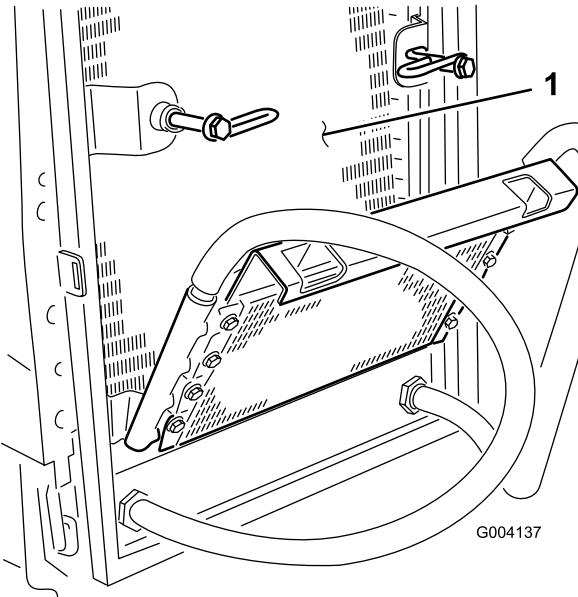

Figura 54
8. Despues de limpiar el radiador y los enfriadores de aceite, limpie cualquier residuo que puede haberse acumulado en otras partes de la máquina (Figura 54) con aire comprimido.